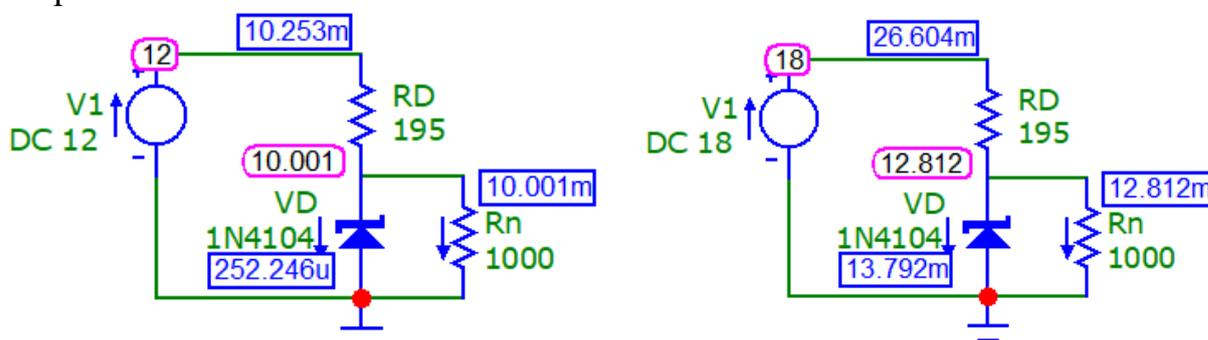

Рис. 2.4. Схема измерения напряжения стабилизации
1. Соберите схему измерения напряжения стабилизации стабилитрона (рис. 2.4), также известную как схема параметрического регулятора напряжения.